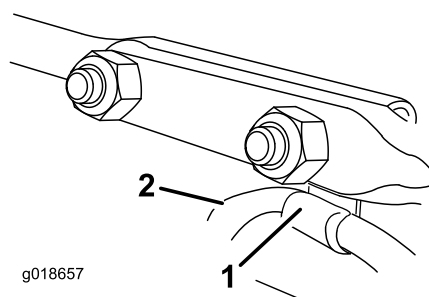

Figura16
6. Introduceți clema de cablu care susține cablul de deflector pe sub capul șurubului de fixare frontal și fixați șuruburile de fixare cu contrapiulițele aflate în punga cu accesorii (Figura16).